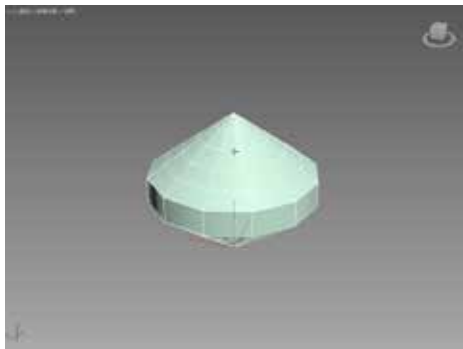

图 2-101 创建纺锤
STEP 03 单击确定纺锤高度，释放鼠标左键后，向上拖动鼠标设置封口高度，设置完成后单击即可创建纺锤，如图 2-101 所示。